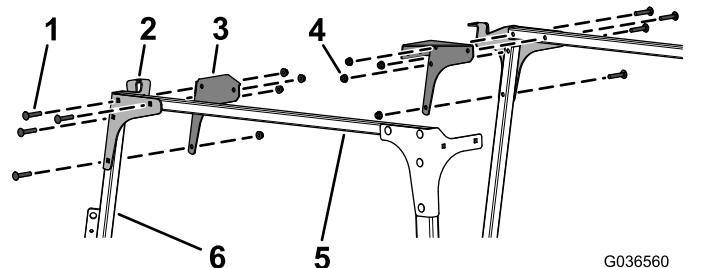

Figure 9
8. Fixez légèrement les plaques avant gauche et droite et les goussets d'angle aux tubes de liaison transversales, et les supports de pare-brise gauche et droit à l'aide de 8 boulons de carrosserie (5/16" x 1¾") et 8 écrous à embase (5/16"), comme montré à la Figure 9.